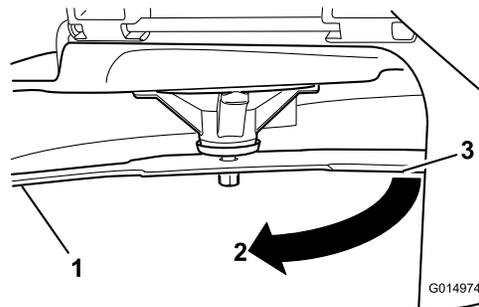

Figura 59
4. Ruotate la stessa lama di 180 gradi in modo che il tagliante opposto si trovi ora nella stessa posizione (Figura 59).